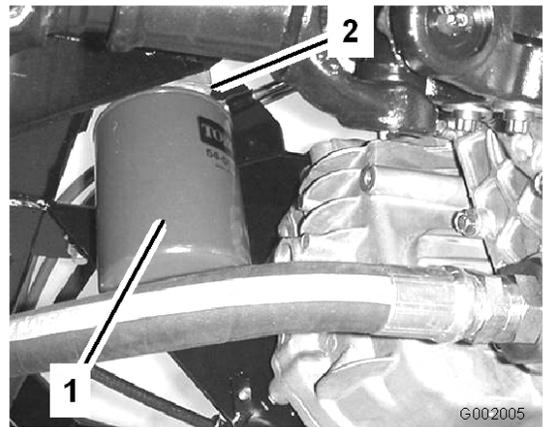

Figura 65
4. Retire o filtro (Figura 65).